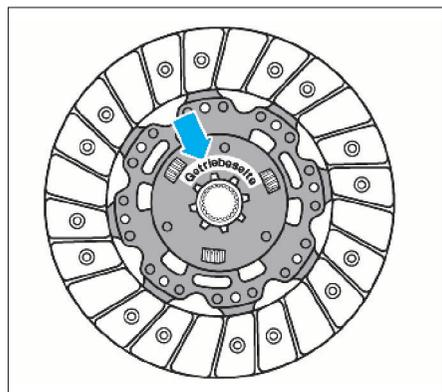
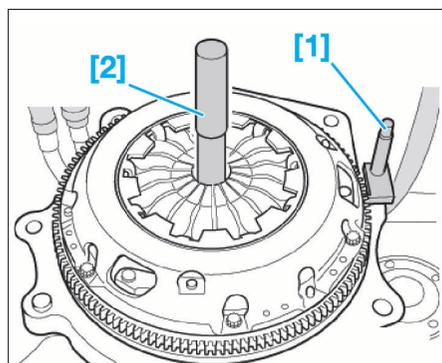

FIG. 3
FIG. 4
Sens de montage : inscription "Getriebeseite" dirigée vers la boîte de vitesses (Fig.3).
- [1]. Outil de blocage du volant moteur (ref. 3067) (Fig.4).
- [2]. Mandrin de centrage d'embrayage (moteurs essence : ref. T10086 ; moteurs Diesel : ref. T10097) (Fig.4).
- Immobiliser en rotation le volant moteur à l'aide d'un outil de blocage approprié [1] (Fig.4).
- Positionner le disque sur le volant moteur en orientant le marquage "Getriebeseite" côté boîte de vitesses (Fig.3) ou le déport le plus grand du moyeu vers le mécanisme et le centrer à l'aide d'un mandrin de centrage approprié [2] (Fig.4).